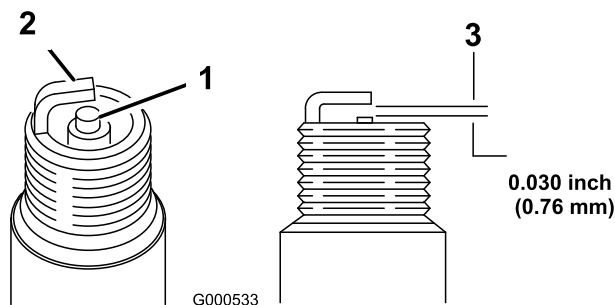

Figura 25
5. Fije el hueco entre los electrodos en 0,76 mm (0,030 pulg.) (Figura 25).